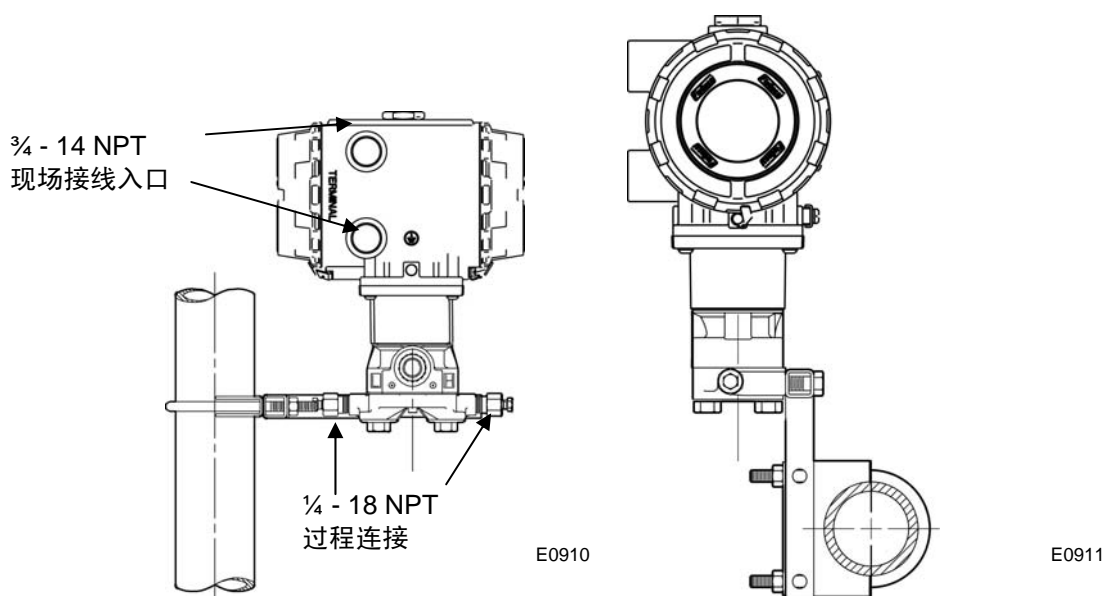

图 9. FloBoss 103 安装方式
- 管支架安装到 2 英寸管支架上。使用标准 Rosemount 2" (50mm NB) 管道安装套件 (使用冲击式管形材料将 FloBoss 103 连接到计量回路)。确保管支架符合所有重量要求, 且安装符合当地建筑物规范。请参阅图 9。
- 孔板通过 3 或 5 阀组安装到孔板。请参阅图 9。